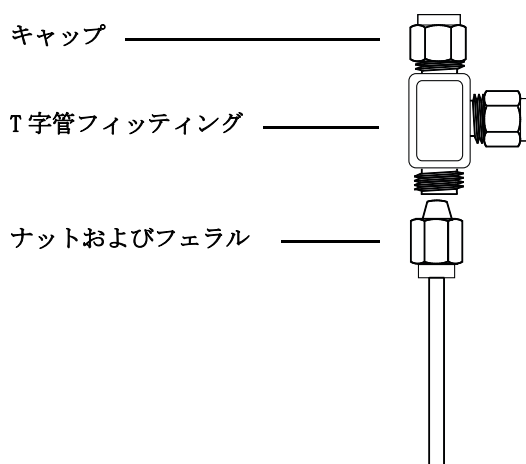

図 13 Swagelok T 字管
- 1 チューブのT字管を取り付ける場所を切断します。チューブとT字管を Swagelok フィッティングで接続します。図 13 を参照してください。